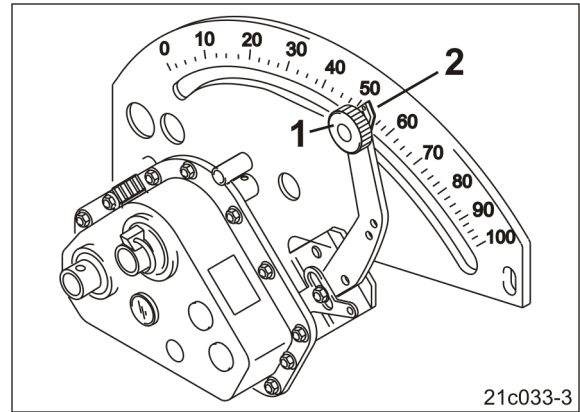

Fig. 79
6. Soltar el botón de bloqueo (Fig. 79/1).
8. Colocar la aguja (Fig. 79/2) de la palanca del engranaje **desde abajo** en el valor de ajuste del engranaje.